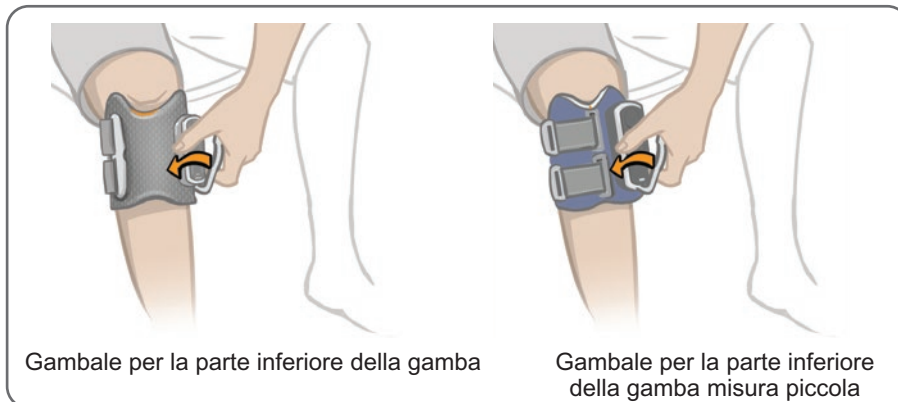

Figura 6-13: Fissaggio della fascia del gambale per la parte inferiore della gamba
4. Afferrare l'impugnatura della fascia del gambale per la parte inferiore della gamba (Figura 6-13). Con il pollice sulla base del gambale, fissare l'impugnatura della fascia attorno alla base. Se si utilizza il gambale per la parte inferiore della gamba della misura piccola, potrebbe essere necessario usare l'altra mano per mantenerlo stabile sulla gamba.